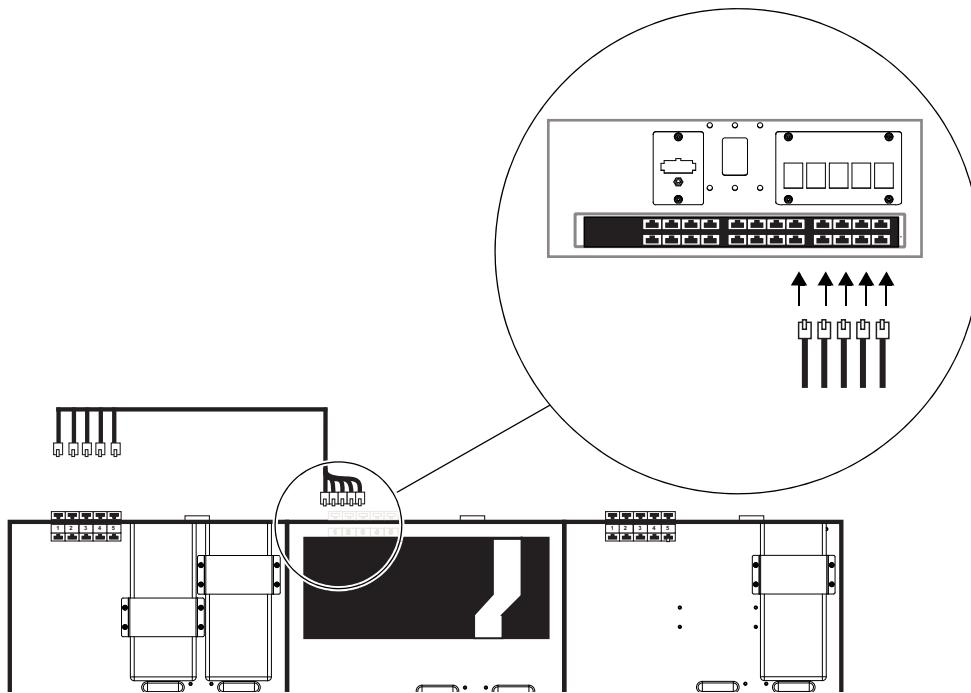

图 17 将第一个线组连接至以太网交换机 (左下为俯视图，右上为盒架后视图)
- 2 站在装有以太网交换机的盒架后方，从后垫板中的槽口穿出第一个线组的线缆 1-5，从而将其连接至以太网交换机上的端口 (见图 17)。此外：